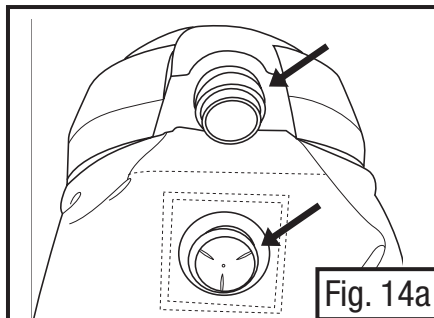

Fig. 14a
- Puxe a guia de plástico larga para fora da entrada de ar do equipamento para a cabeça e libere a catraca da carneira pelo buraco da aba externa (Fig. 14a).
- Insira a entrada de ar do equipamento para a cabeça através do buraco na guia de plástico larga da aba externa. Empurre a guia completamente para a entrada de ar de modo a que fique rente ao casco do equipamento para a cabeça. Empurre as extremidades da guia de plástico por debaixo da borda do casco. Insira a catraca da carneira através do buraco da aba (Fig. 14a).